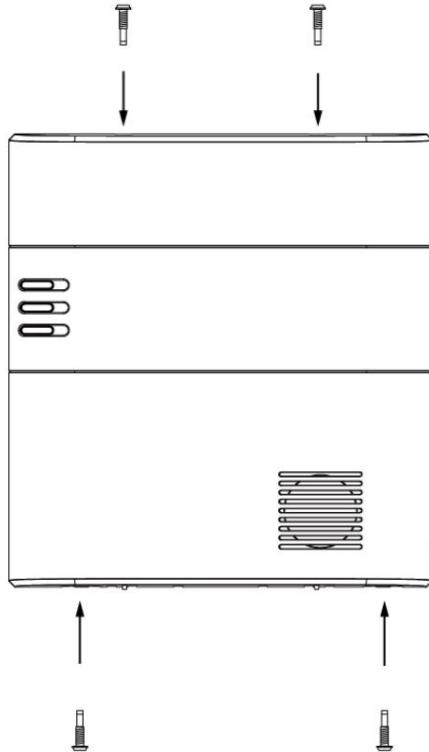

Figura 4
- I. Vuelva a colocar la cubierta posterior, pase el cable a través del orificio lateral y ajuste los 4 tornillos de fijación. (figura 4)